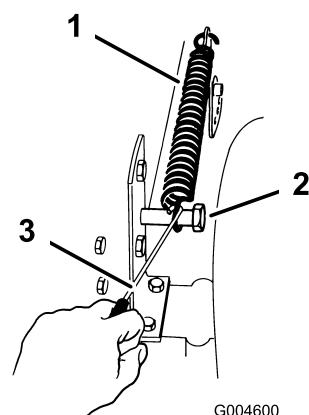

Figura 17
6. Retire el muelle de elevación que se encuentra entre el soporte de elevación del lado derecho del cortacésped y el perno de retención (Figura 17).
14. Mueva la palanca de ajuste de la altura de corte a la muesca D y enganche el muelle de elevación asistida en el perno de retención para su almacenamiento (Figura 17).